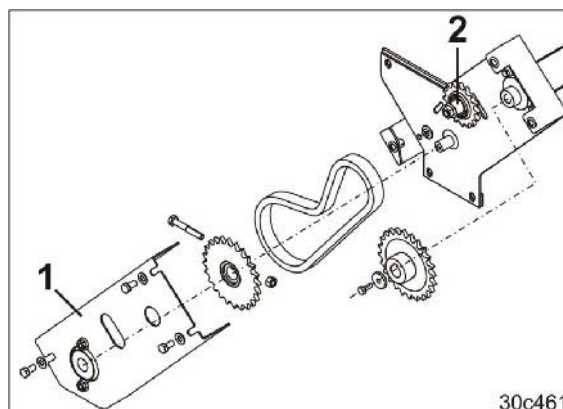

Fig. 178
1. Fjern kjededekselet (Fig. 178/1).
2. Løsne kjedestrammeren (Fig. 178/2).